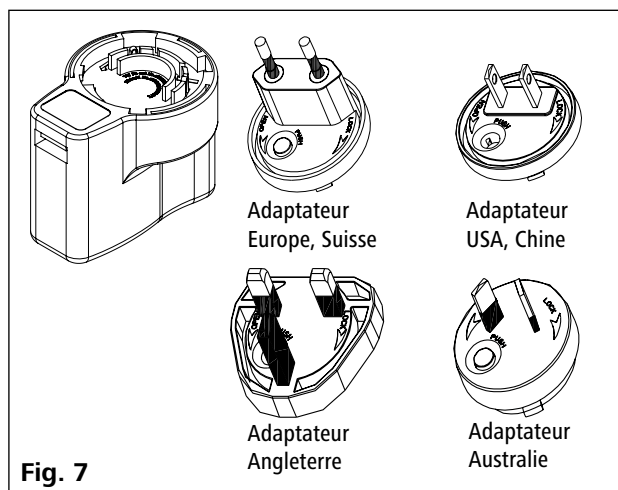

Fig. 7
- Adaptateur secteur **OS 1.0** (pour **WiCo**) (voir **Fig. 7**)